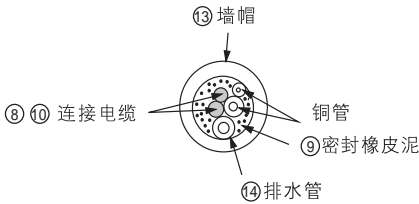
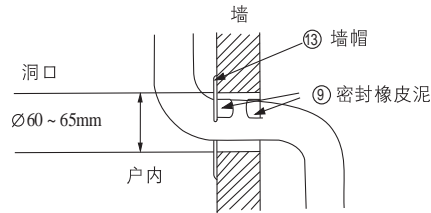

图32
图 31
- 2 用附件⑬墙帽及附件⑨密封橡皮泥来整理墙上的洞,如图31、图32。